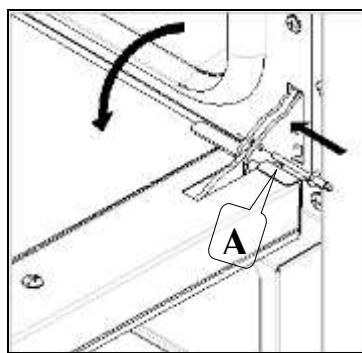

Fig. 5
- infilare nei fori "A" presenti sulle due cerniere le apposite spine in dotazione (Fig. 5);